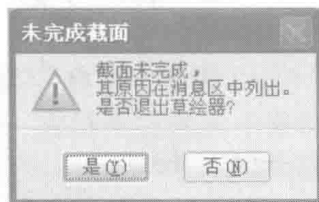
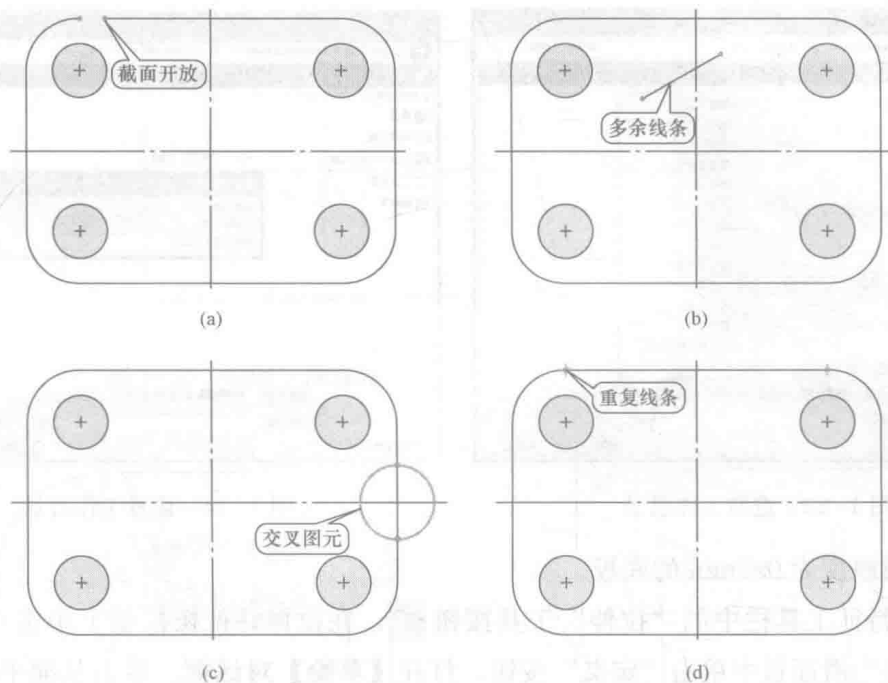

图 1-20 【未完成截面】对话框
图 1-21 截面未完成示例
(6) 拉伸特征创建失败的原因。当完成草绘截面，单击草绘工具栏中的“完成”按钮 后，弹出如图 1-20 所示的【未完成截面】对话框时，可在“信息提示区”查看截面未完成的原因：截面不封闭，截面轮廓中存在多余的线条，截面线条相互交叉，截面存在重复线条，如图 1-21 所示。